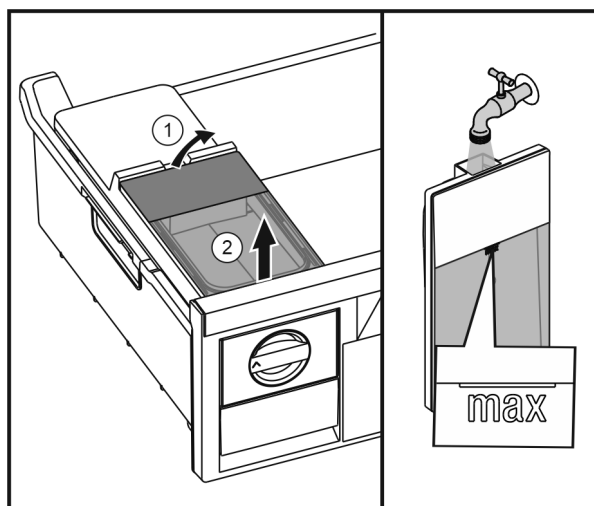

Fig. 43
- Sollevare il serbatoio dell'acqua da dietro Fig. 43 (1) e rimuoverlo sollevandolo Fig. 43 (2).